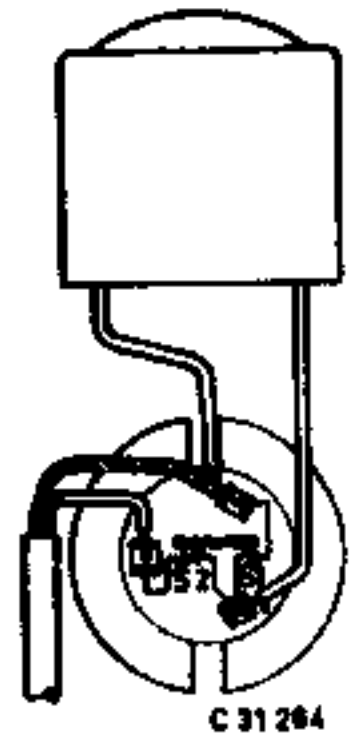

Fig. 3
1. Verwijder de defecte capsule door het huis open te snijden (beginnen onder rand (A)).
3. Steek de kabel pos.4 door het gat in de achterwand van het nieuwe huis en trek deze kabel een flink eind door.
4. Soldeer de benodigde draden weer vast aan de transformator (zie fig.3).